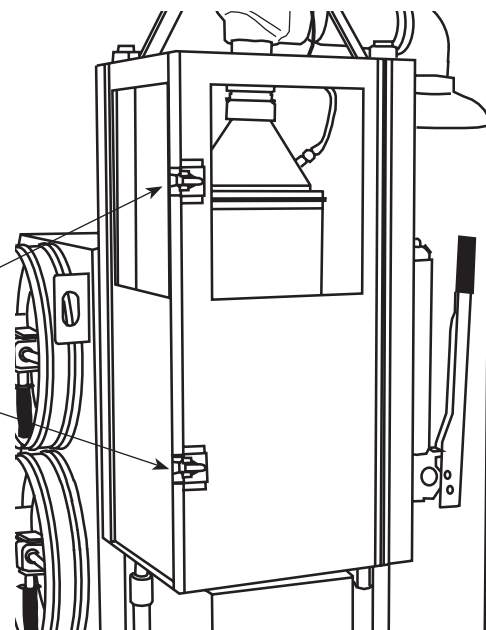

Figure 7
8. Fermez et verrouillez les portes de la chambre à pression. L'appareil de nettoyage du DPF ne peut fonctionner que lorsque les volets sont en sécurité. Voir la figure 7.